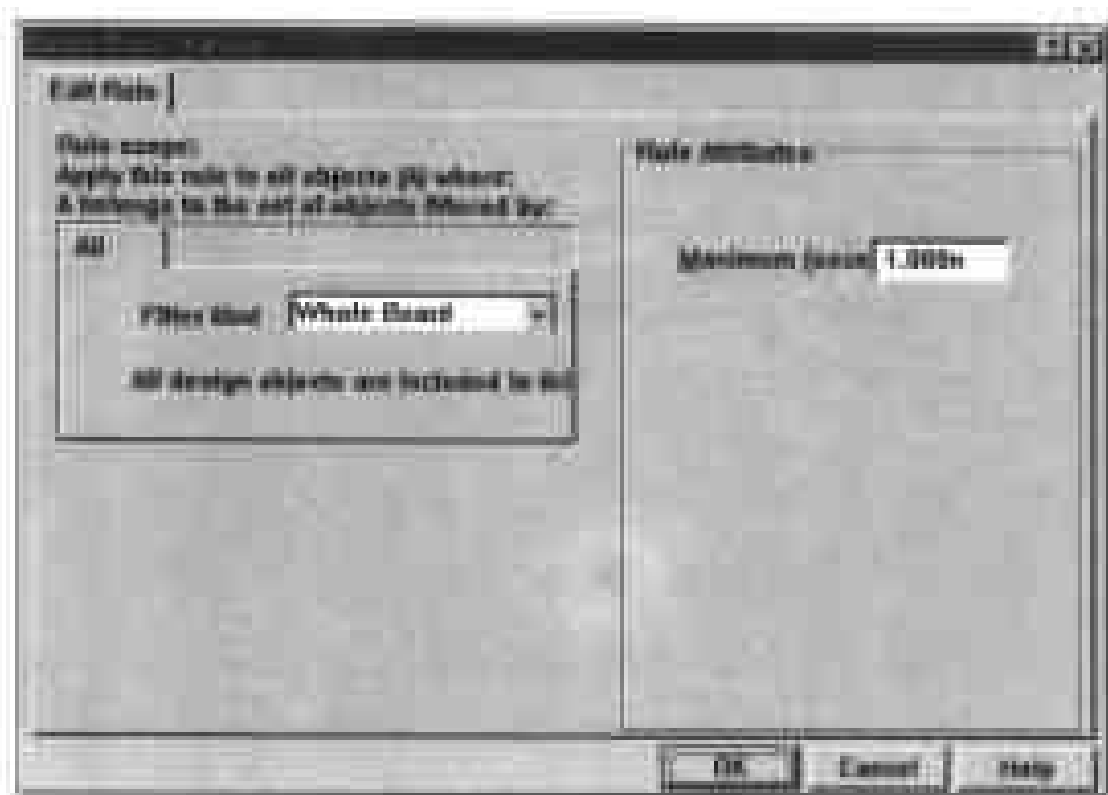

图 9-43 设置下降沿信号的传输时间延迟
(1) 选择 Design > Rules,在弹出的 Design Rules 对话框中单击 Signal Integrity 标签,然后在对话框的 Rule Classes 列表框中单击 Flight Time-Falling Edge,此时对话框下部的方框中只包含 Scope 和 Maximum 两个栏目。
(2) 在对话框下部单击 Add 命令按钮,弹出如图 9-43 所示的对话框,供用户设置新的规则。